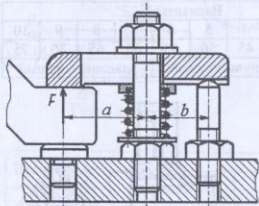

Рис. 22
3. Определить диаметр шпильки станочного прихвата (рис. 22) по данным табл. 22. Недостающими данными задаться.